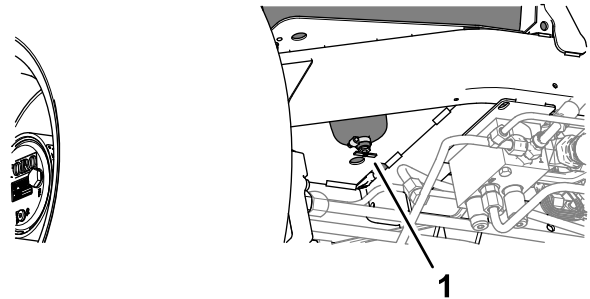

Bild 131
2. Stellen Sie einen Auffangbehälter unter das Ablassventil an der Unterseite des Kraftstofftanks (Bild 131).